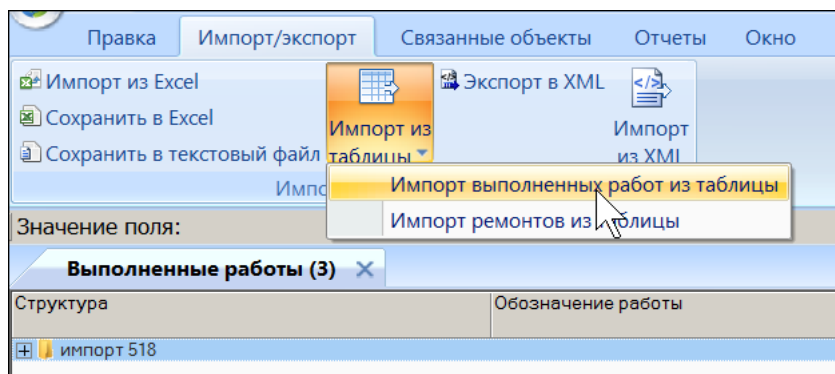

Рис. 30-63 – Вызов диалогового окна импорта из таблицы в рабочем окне «Выполненные работы»
3) Нажать кнопку «Импорт из таблицы» панели «Импорт/экспорт» и из раскрывшегося списка выбрать команду «Импорт выполненных работ из таблицы» (рис. 30-63).